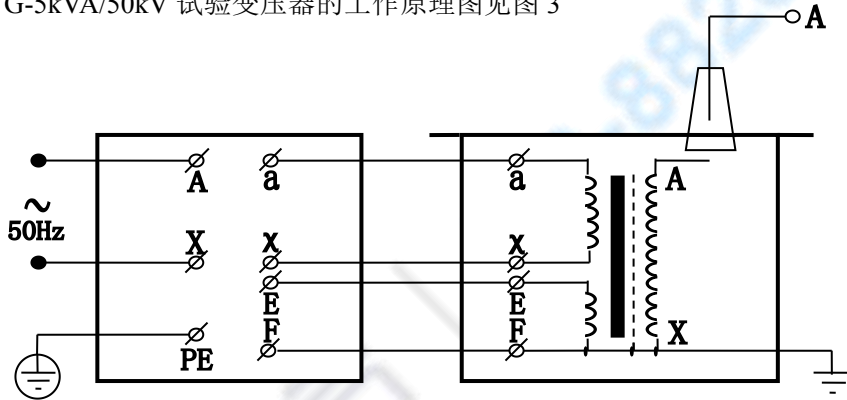

图 3：单台 HYG-5kVA/50kV 高压试验变压器原理图
1、单台 HYG-5kVA/50kV 试验变压器的工作原理图见图 3